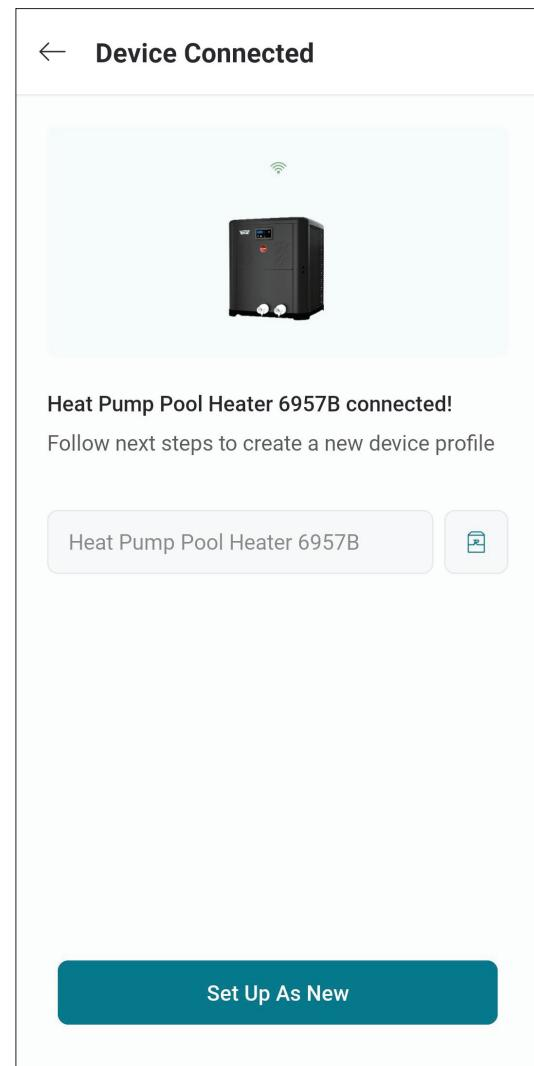

Figure 88. Nommer votre appareil
1. Votre appareil est maintenant connecté au Wi-Fi. Vous pouvez modifier le nom de votre appareil ici. Voir **Figure 88.**